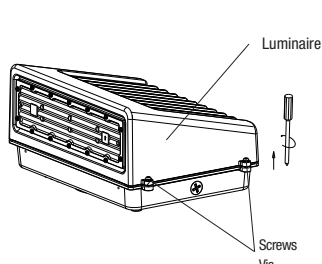

Fig. 1
1. Unscrew the two screws and remove the back housing (Fig. 1).
1. Dévisser les deux vis et enlever le boîtier arrière (Fig. 1).